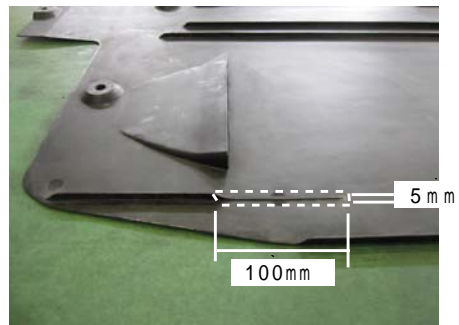

図2-4-1
(1) 図のようにアンダーカバーのリブ部を加工してください。(図2-4-1)